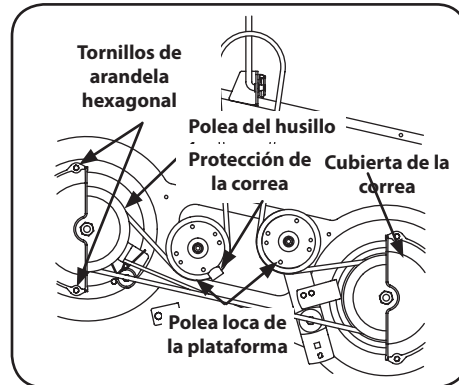

Figura 4-14
2. Extraiga las cubiertas de la correa retirando los tornillos con arandela hexagonales que las sujetan a la plataforma. Consulte la Figura 4-14.
4. Retire con cuidado la correa de la plataforma de alrededor de las dos poleas del husillo y las dos poleas locas de la plataforma. Consulte la Figura 4-14.
5. Para colocar la correa nueva, comience pasando la correa alrededor de las dos poleas exteriores del husillo como se muestra en la Figura 4-14.
6. Pase la correa alrededor de las dos poleas locas de la plataforma, como se ve en la Figura 4-14.
9. Reinstale la plataforma, comprobando que la correa se ha pasado alrededor de las poleas como se indica. Consulte la Figura 4-14.